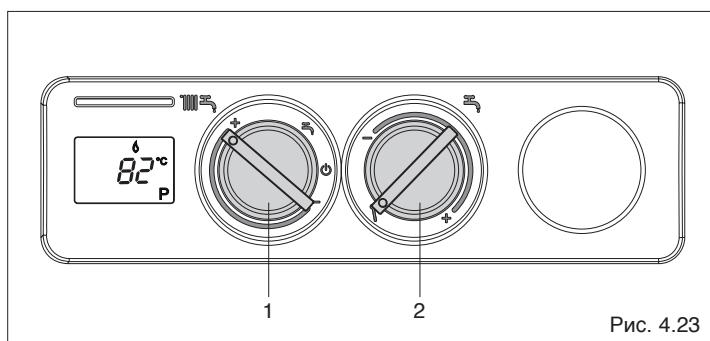

Рис. 4.23
- переведите переключатель режимов работы (2, Рис. 4.23) на символ
- переведите регулятор температуры воды в системе отопления (1, Рис. 4.23) на максимум (конец шкалы +)
- установите переключатели (1 и 2, Рис. 4.23) обратно в те положения, которые соответствуют уставкам температур в контурах отопления и ГВС.